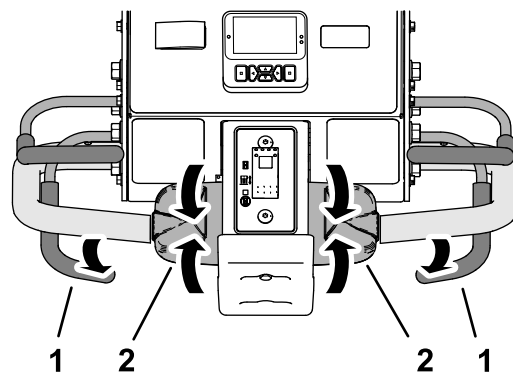

Figura 89
1. Dacă ai coborât capul de carotaj, eliberai maneta de aerare (Figura 89).